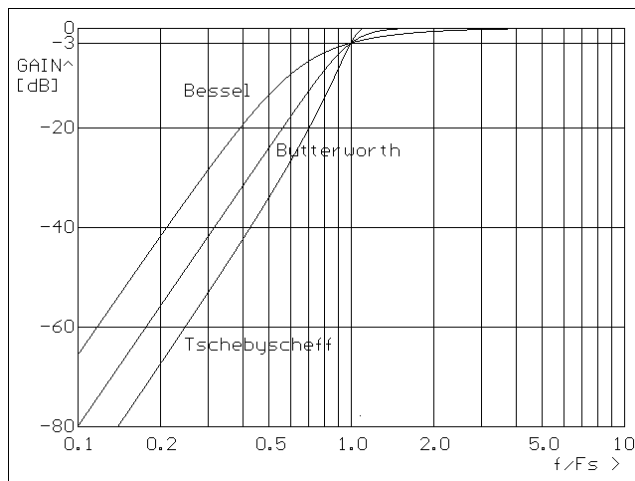

Abb. 10 – Amplitudengang
2. Man setzt im Sperrbereich eine in der Anwendung erforderliche Mindestdämpfung fest und liest die zugehörige Frequenz in Abbildung 10 von der x-Achse ab.